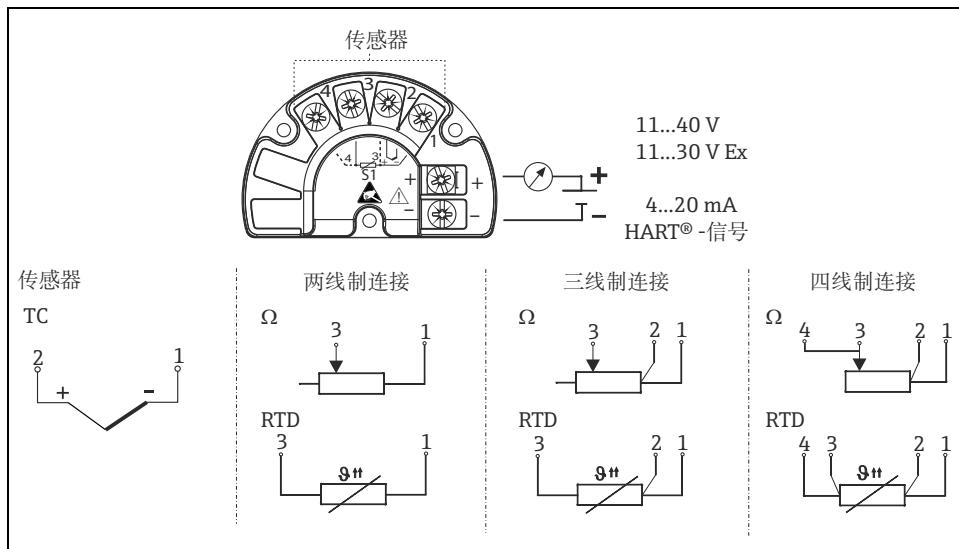

图 3：现场型变送器的接线示意图 - 接线端子分配
1. 拆除盖板卡扣 (1)。
2. 拆除设备盖板及 O 型圈 (2)。
3. 可选：拆除电子模块上的显示单元，防止缠绕 (3)。
4. 取出电子模块上的 2 颗螺丝，拆除电子模块 (4)。
5. 打开设备缆塞 (5)。
7. 参考图 3，将线芯连接至端子接线排。
9. 接线完成后，重新拧上电子模块 (4)，安装显示单元，需要防止缠绕 (3)，并重新安装外壳盖及 O 型圈 (2)。最后，重新安装盖板卡扣 (2)。
电缆是否正确连接？参考接线端子连接图或参考图 3。	参考外壳上的接线图